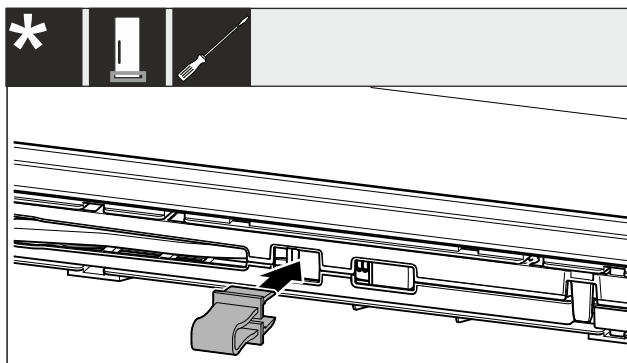

Fig. 4
- ▶ Фиксирайте предпазителя в отвора Fig. 4 O.